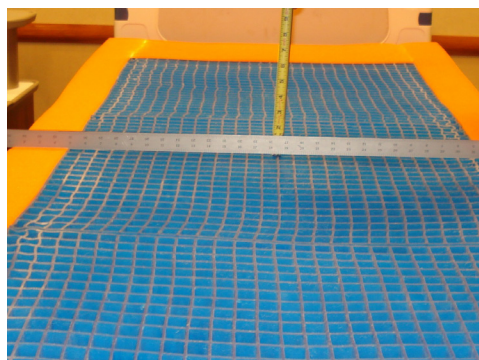

Figure 5
5. Placer une règle de précision (d'au moins 88,9 cm de long) sur la mousse de gauche à droite au niveau de la région sacrale (section siège) de la surface de soutien, comme illustré à la figure 5.